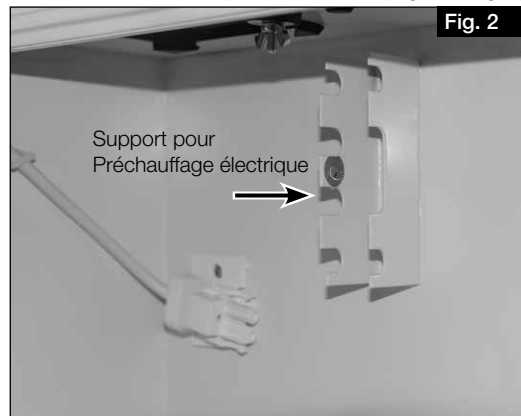
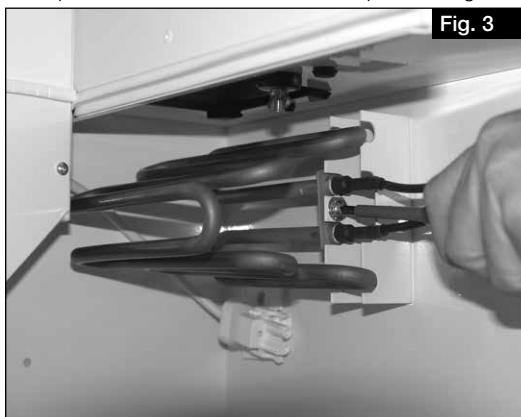

Fig. 2
Fig. 3
4. Fixer le préchauffage électrique sur le support prévu à cet effet avec la vis et le disque denté fournis. (Fig. 2 et Fig. 3).